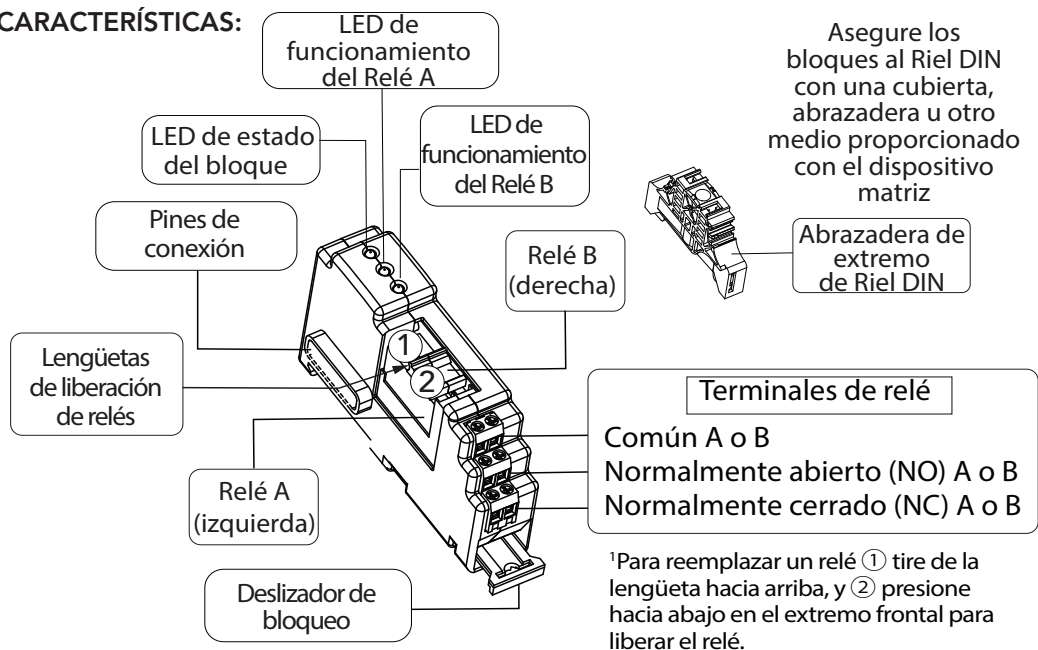

Figura 2-1. Características del ReadyRelay
Consulte la Figura 2-1 en la Sección 2.0, y la tabla que aparece abajo. El LED superior del ReadyRelay indica el estado del Bloque; el LED central indica el funcionamiento del Relé A; el LED inferior indica el funcionamiento del Relé B. El LED de estado funcionará con un latido momentáneo cada (5) segundos.